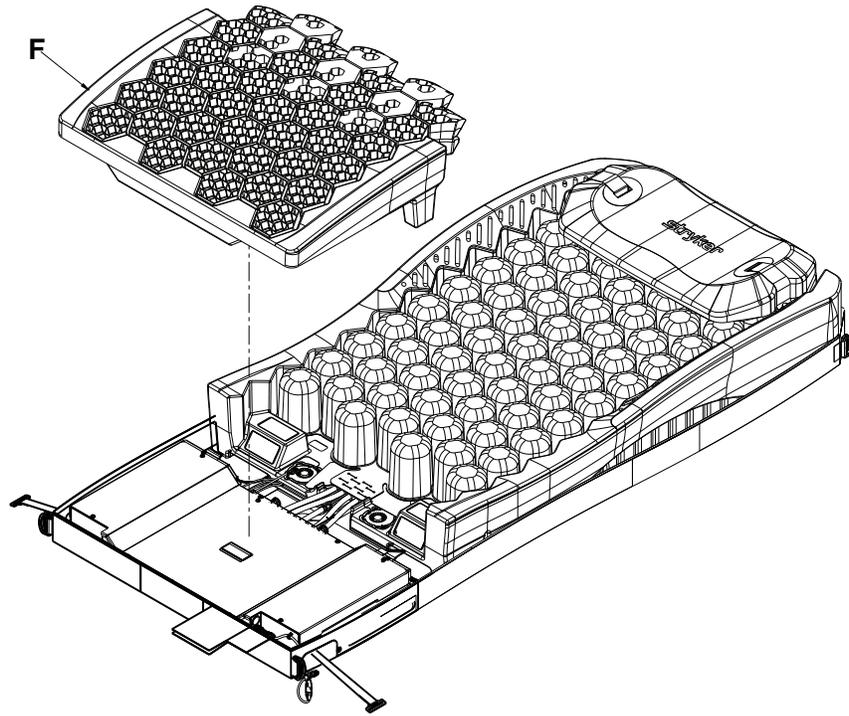

Figure 25 – Matelas en gel
3. Soulever le matelas en gel côté pieds (F) pour le retirer de l'ensemble de cellules (Figure 25). Conserver le matelas en gel.